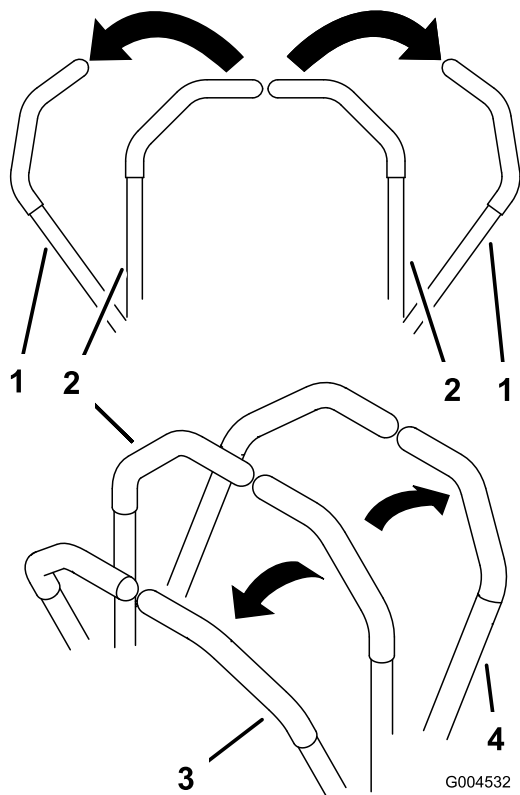

Bild 18
3. Schieben Sie für das Vorwärtsfahren die Fahrtriebshebel langsam vorwärts (Bild 18).
Wenden Sie zum Geradeausfahren auf beide Fahrtriebshebel denselben Druck an (Bild 18).
Bewegen Sie zum Wenden den Fahrtriebshebel in Richtung Neutral, in dessen Richtung Sie wenden möchten (Bild 18).
2. Ziehen Sie zum Rückwärtsfahren die Fahrtriebshebel langsam nach hinten (Bild 18).
Verringern Sie zum Wenden den Druck auf den Fahrtriebshebel an der Seite, in deren Richtung Sie wenden möchten (Bild 18).